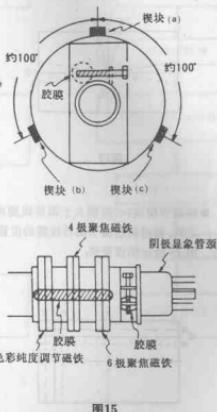

图15
- 调节 4 极聚焦磁铁的开启程度(参阅图 15)并旋转之，以会聚红色线条和蓝色线条；
- 调节 6 极聚焦磁铁的开启程度(参阅图 15)并旋转之，以会聚红色线条、蓝色线条和绿色线条。
- ④ 动聚焦调试；